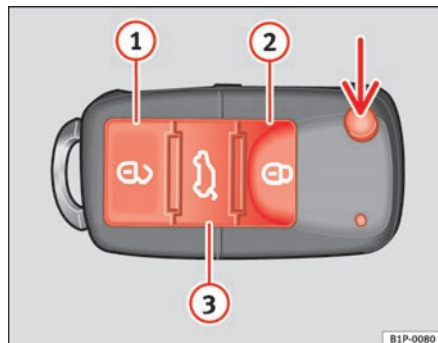

Fig. 62 Teclas de la llave con mando a distancia
Con la tecla $\Rightarrow$ fig. 62 (flecha) del mando, se desbloquea el paletón de la llave.
Desbloqueo del vehículo $\Rightarrow$ fig. 62 ①. Las puertas y el portón trasero se desbloquean.
Bloqueo del vehículo $\Rightarrow$ fig. 62 ②.
Desbloqueo del portón trasero. Pulse la tecla $\Rightarrow$ fig. 62 ③ hasta que todos los intermitentes del vehículo parpadeen brevemente. Al pulsar la tecla de desbloqueo $\Rightarrow$ fig. 62 ③, dispone de 2 minutos para abrir el portón. Una vez transcurrido este tiempo se bloqueará de nuevo.
Además, el testigo de la pila de la llave $\Rightarrow$ fig. 62, parpadea.
Pulsando una vez la tecla $\Rightarrow$ fig. 62 ①, se abrirá sólo la puerta de conductor, permaneciendo el resto cerradas.
- Pulse la tecla  ⇒ página 106, fig. 62 del mando a distancia.